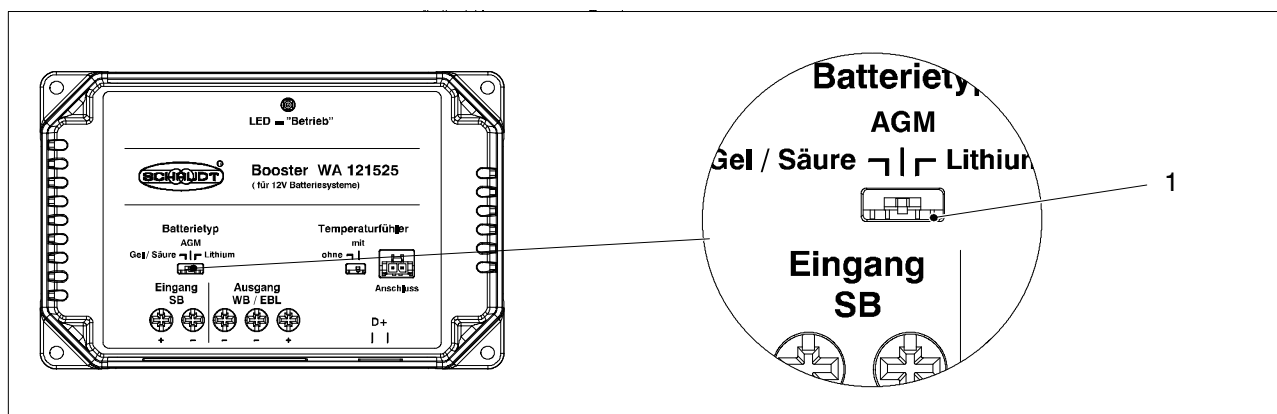

Bild 6 Batterie-Wahlschalter
- Den Batterie-Wahlschalter (Bild 6, Pos. 1) in die entsprechende Position bringen: